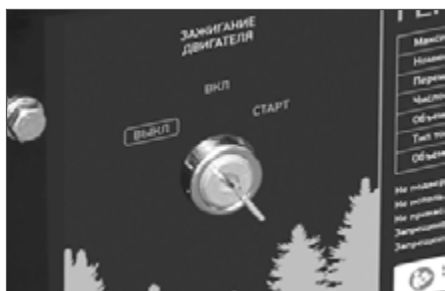

рис. 14
В аварийной ситуации для остановки двигателя генератора переведите ключ зажигания в положение «Выкл» (рис. 14).
5. Установите выключатель зажигания в положение «Выкл» (рис. 14).